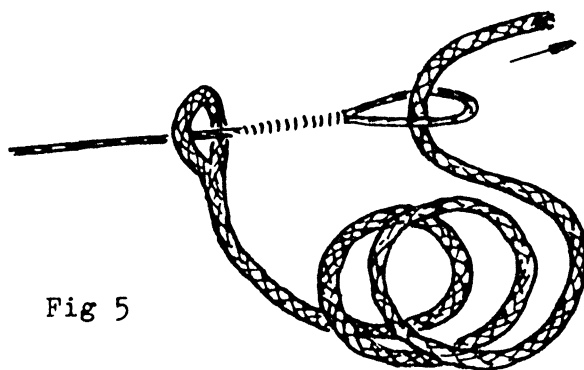

Fig 5
- 2 Fockfallets öga - fallet har en skothake i andra ändan - träs förifrån över styrbords trissor i masttoppen. Haländan kopplas till wirefallet så att de båda splitsade ögonen bildar en råbandsknop (fig 5).